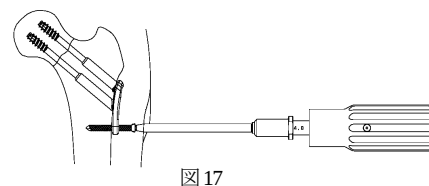

図 17
- 4) トルクリミッターハンドルに T25 パワーピンドライバーを接続し、TLS5.0 ロッキングスクリューを挿入します。プレートとスクリューをロックさせるため、リミットが作動するまで確実に固定します。 (図 17)